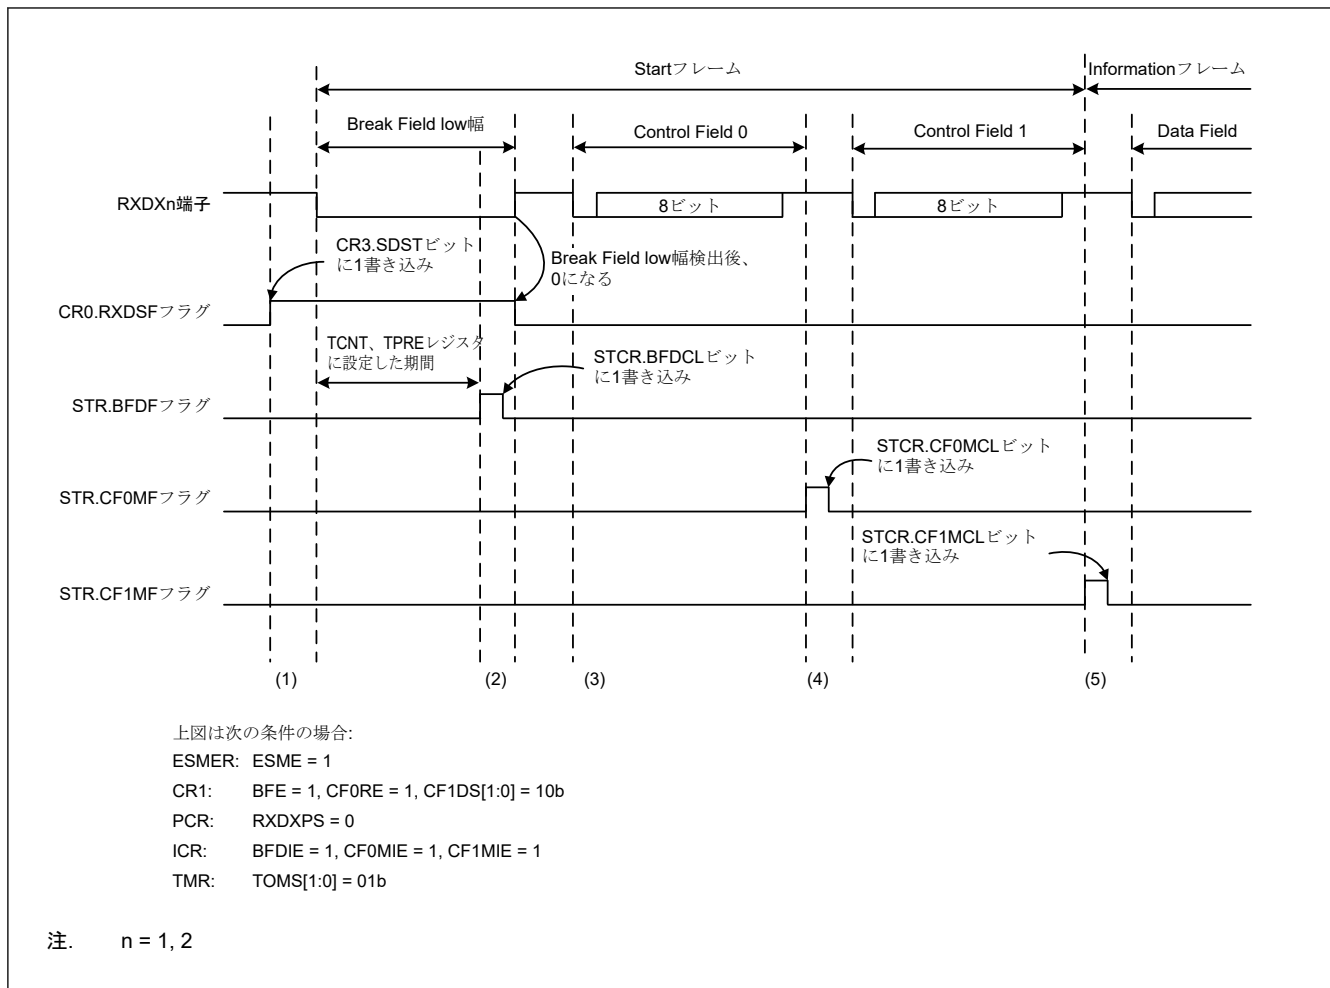
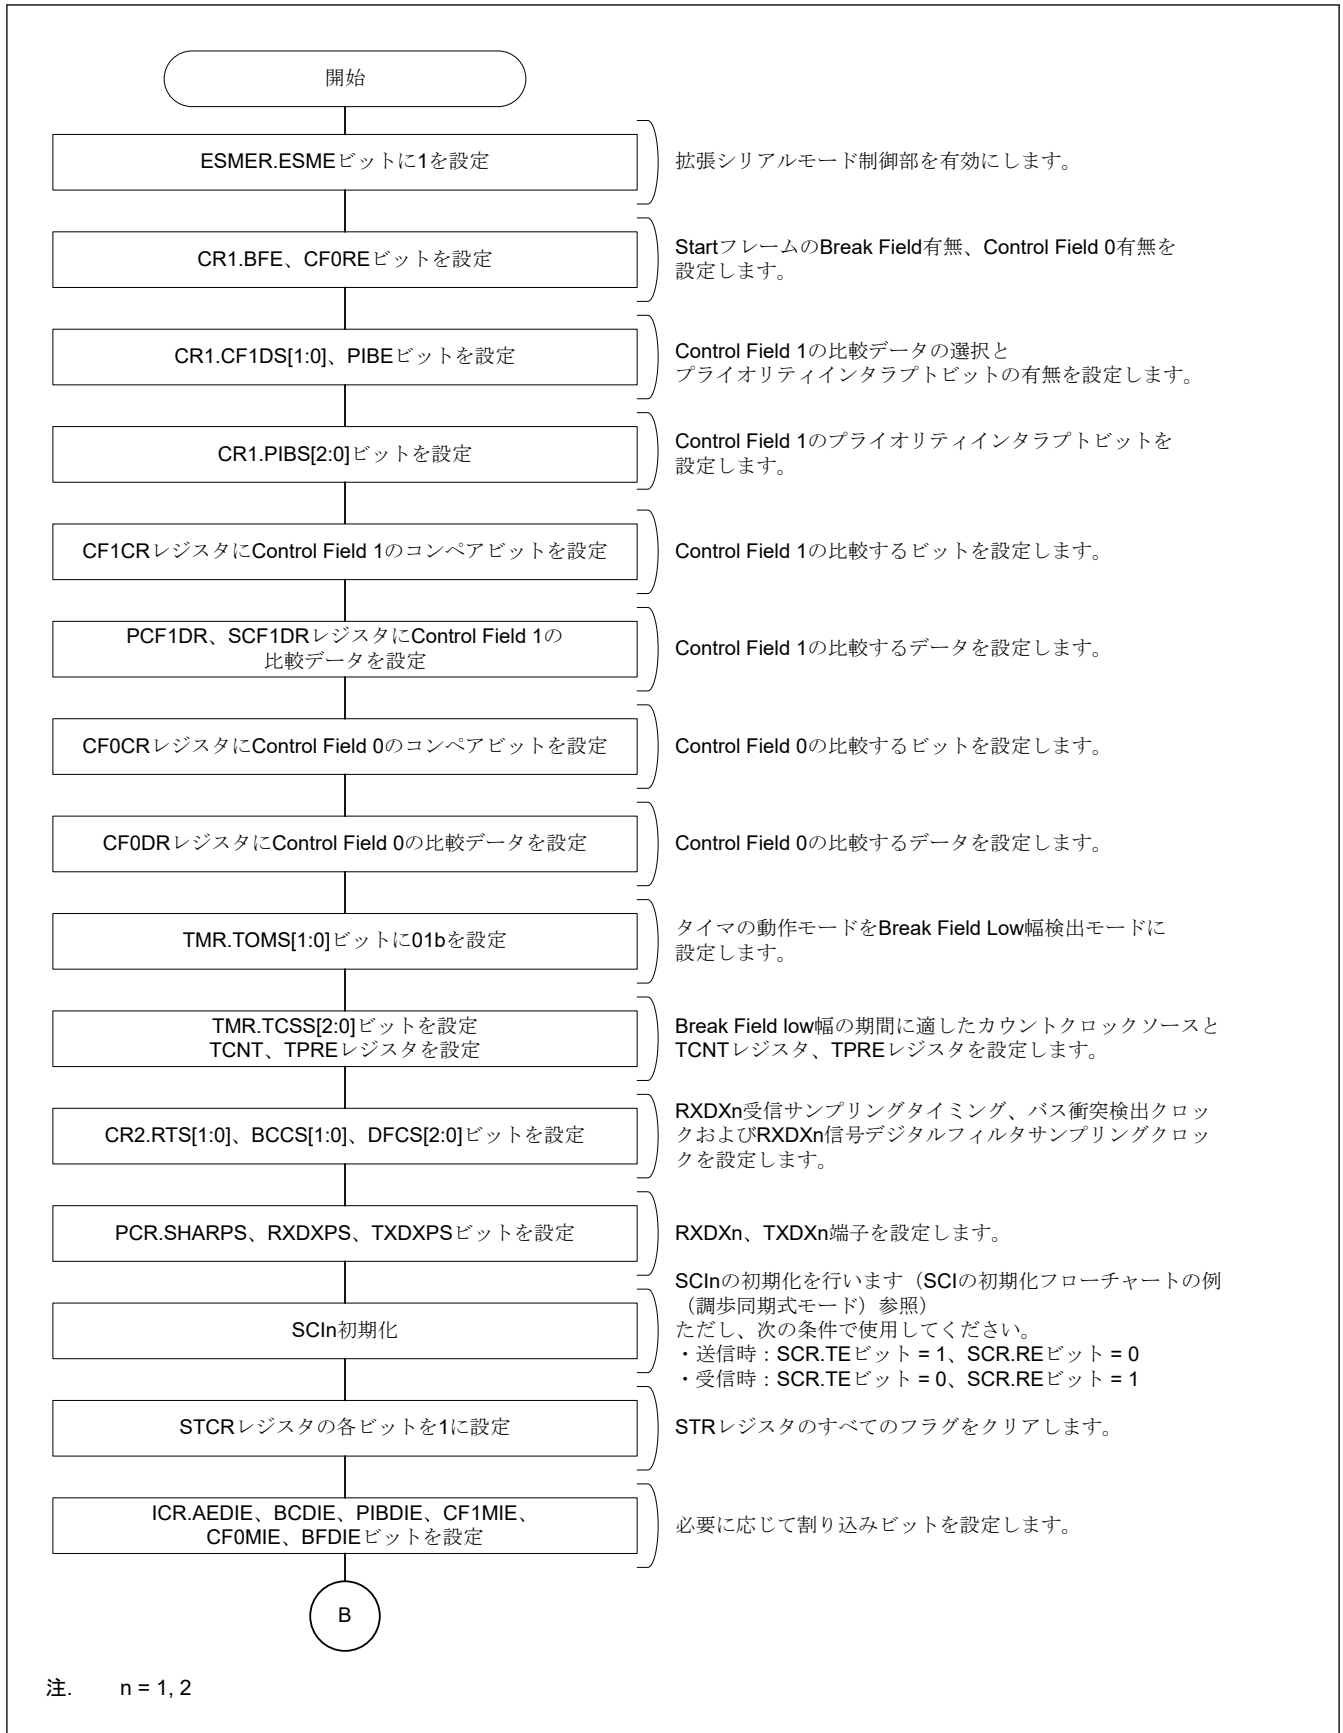
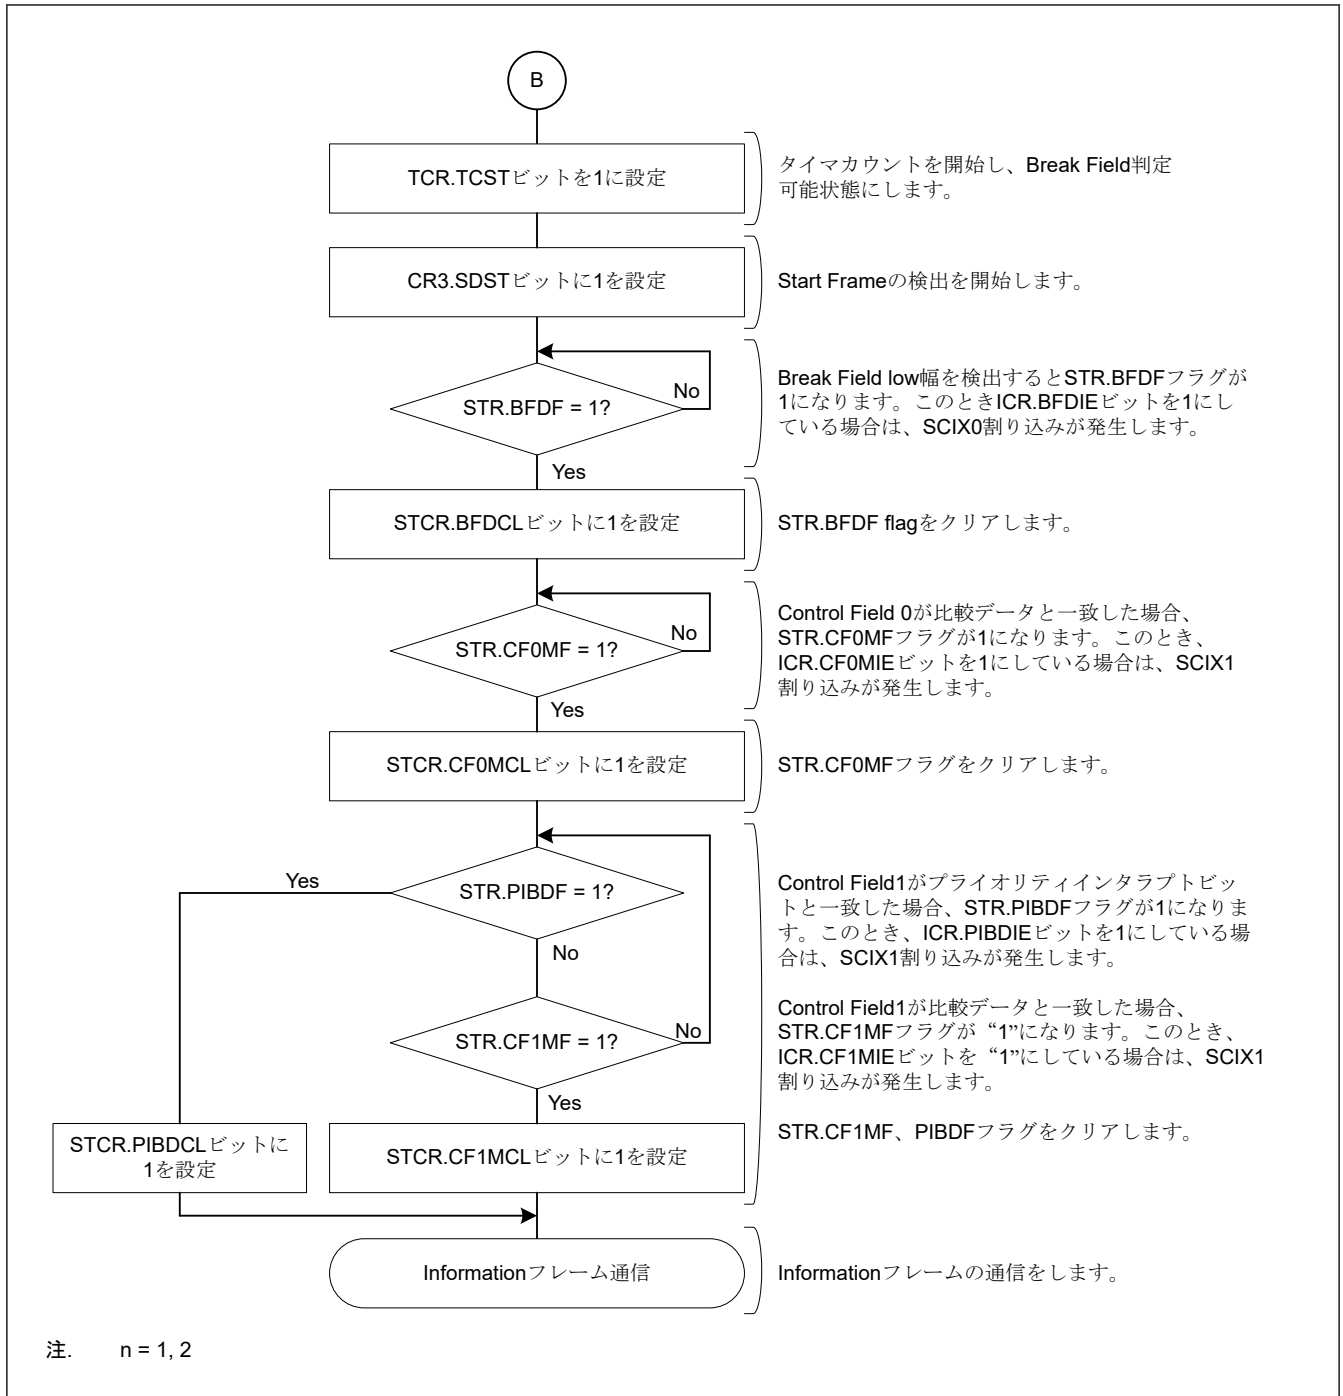
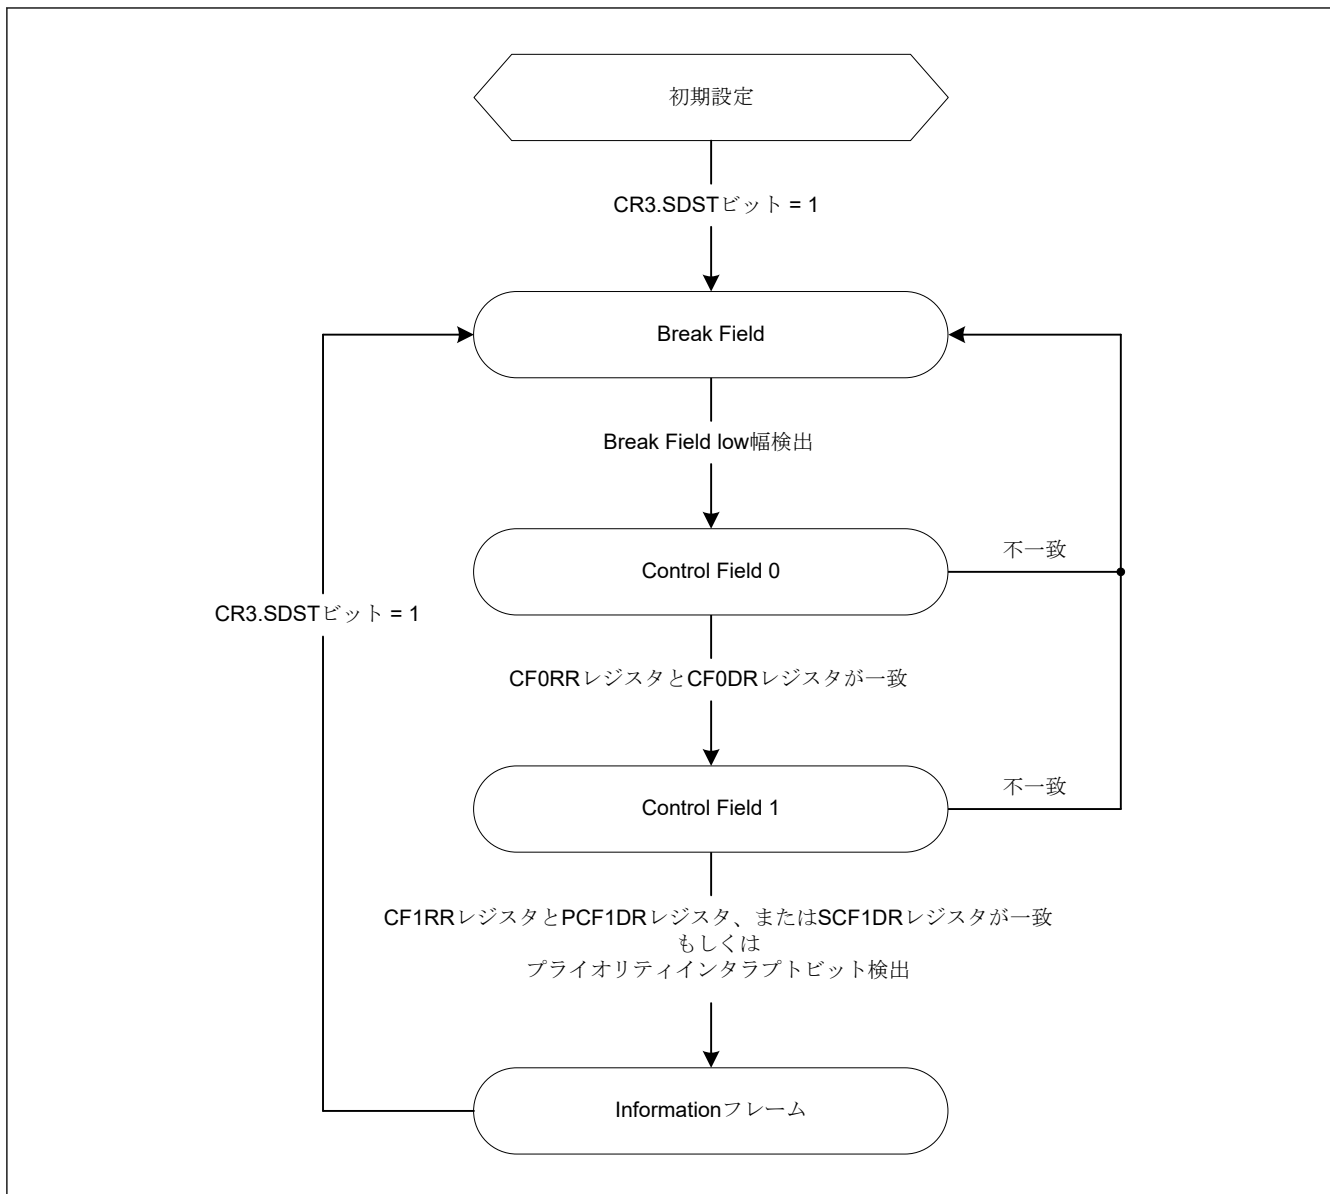

図 27.106 Start Frame 受信時の動作例
図 27.107 Start Frame 受信フローチャート例 (1)
図 27.108 Start Frame 受信フローチャート例 (2)
図 27.109 Start Frame 受信時の状態遷移図
図 27.106 に Break Field Low width、Control Field 0 および Control Filed 1 で構成される Start Frame の受信時の動作例を示します。図 27.107 と図 27.108 に Start Frame 受信のフローチャート、図 27.109 に拡張シリアルモード制御部の状態遷移図を示します。
(1)～(4) は図 27.106 の Start Frame 受信時の動作例 (1)～(4) と同様になります。
(5) CR1.PIBS[2:0]ビットで選択されたビットの値が PCF1DR レジスタの対応するビットの値と一致すると、STR.PIBDF フラグが 1 になります。また、ICR.PIBDIE を 1 にしている場合は、SCIX2 割り込みが発生します。SCIn (n = 1, 2) による Information Frame の送信はその後に開始します。Control Field 1 で受信したデータが PCF1DR レジスタおよび SCF1DR レジスタに設定したデータのどちらとも一致せず、プライオリティインタラプトビットも検出しない場合は、Break Field Low width 検出前の状態に遷移します。